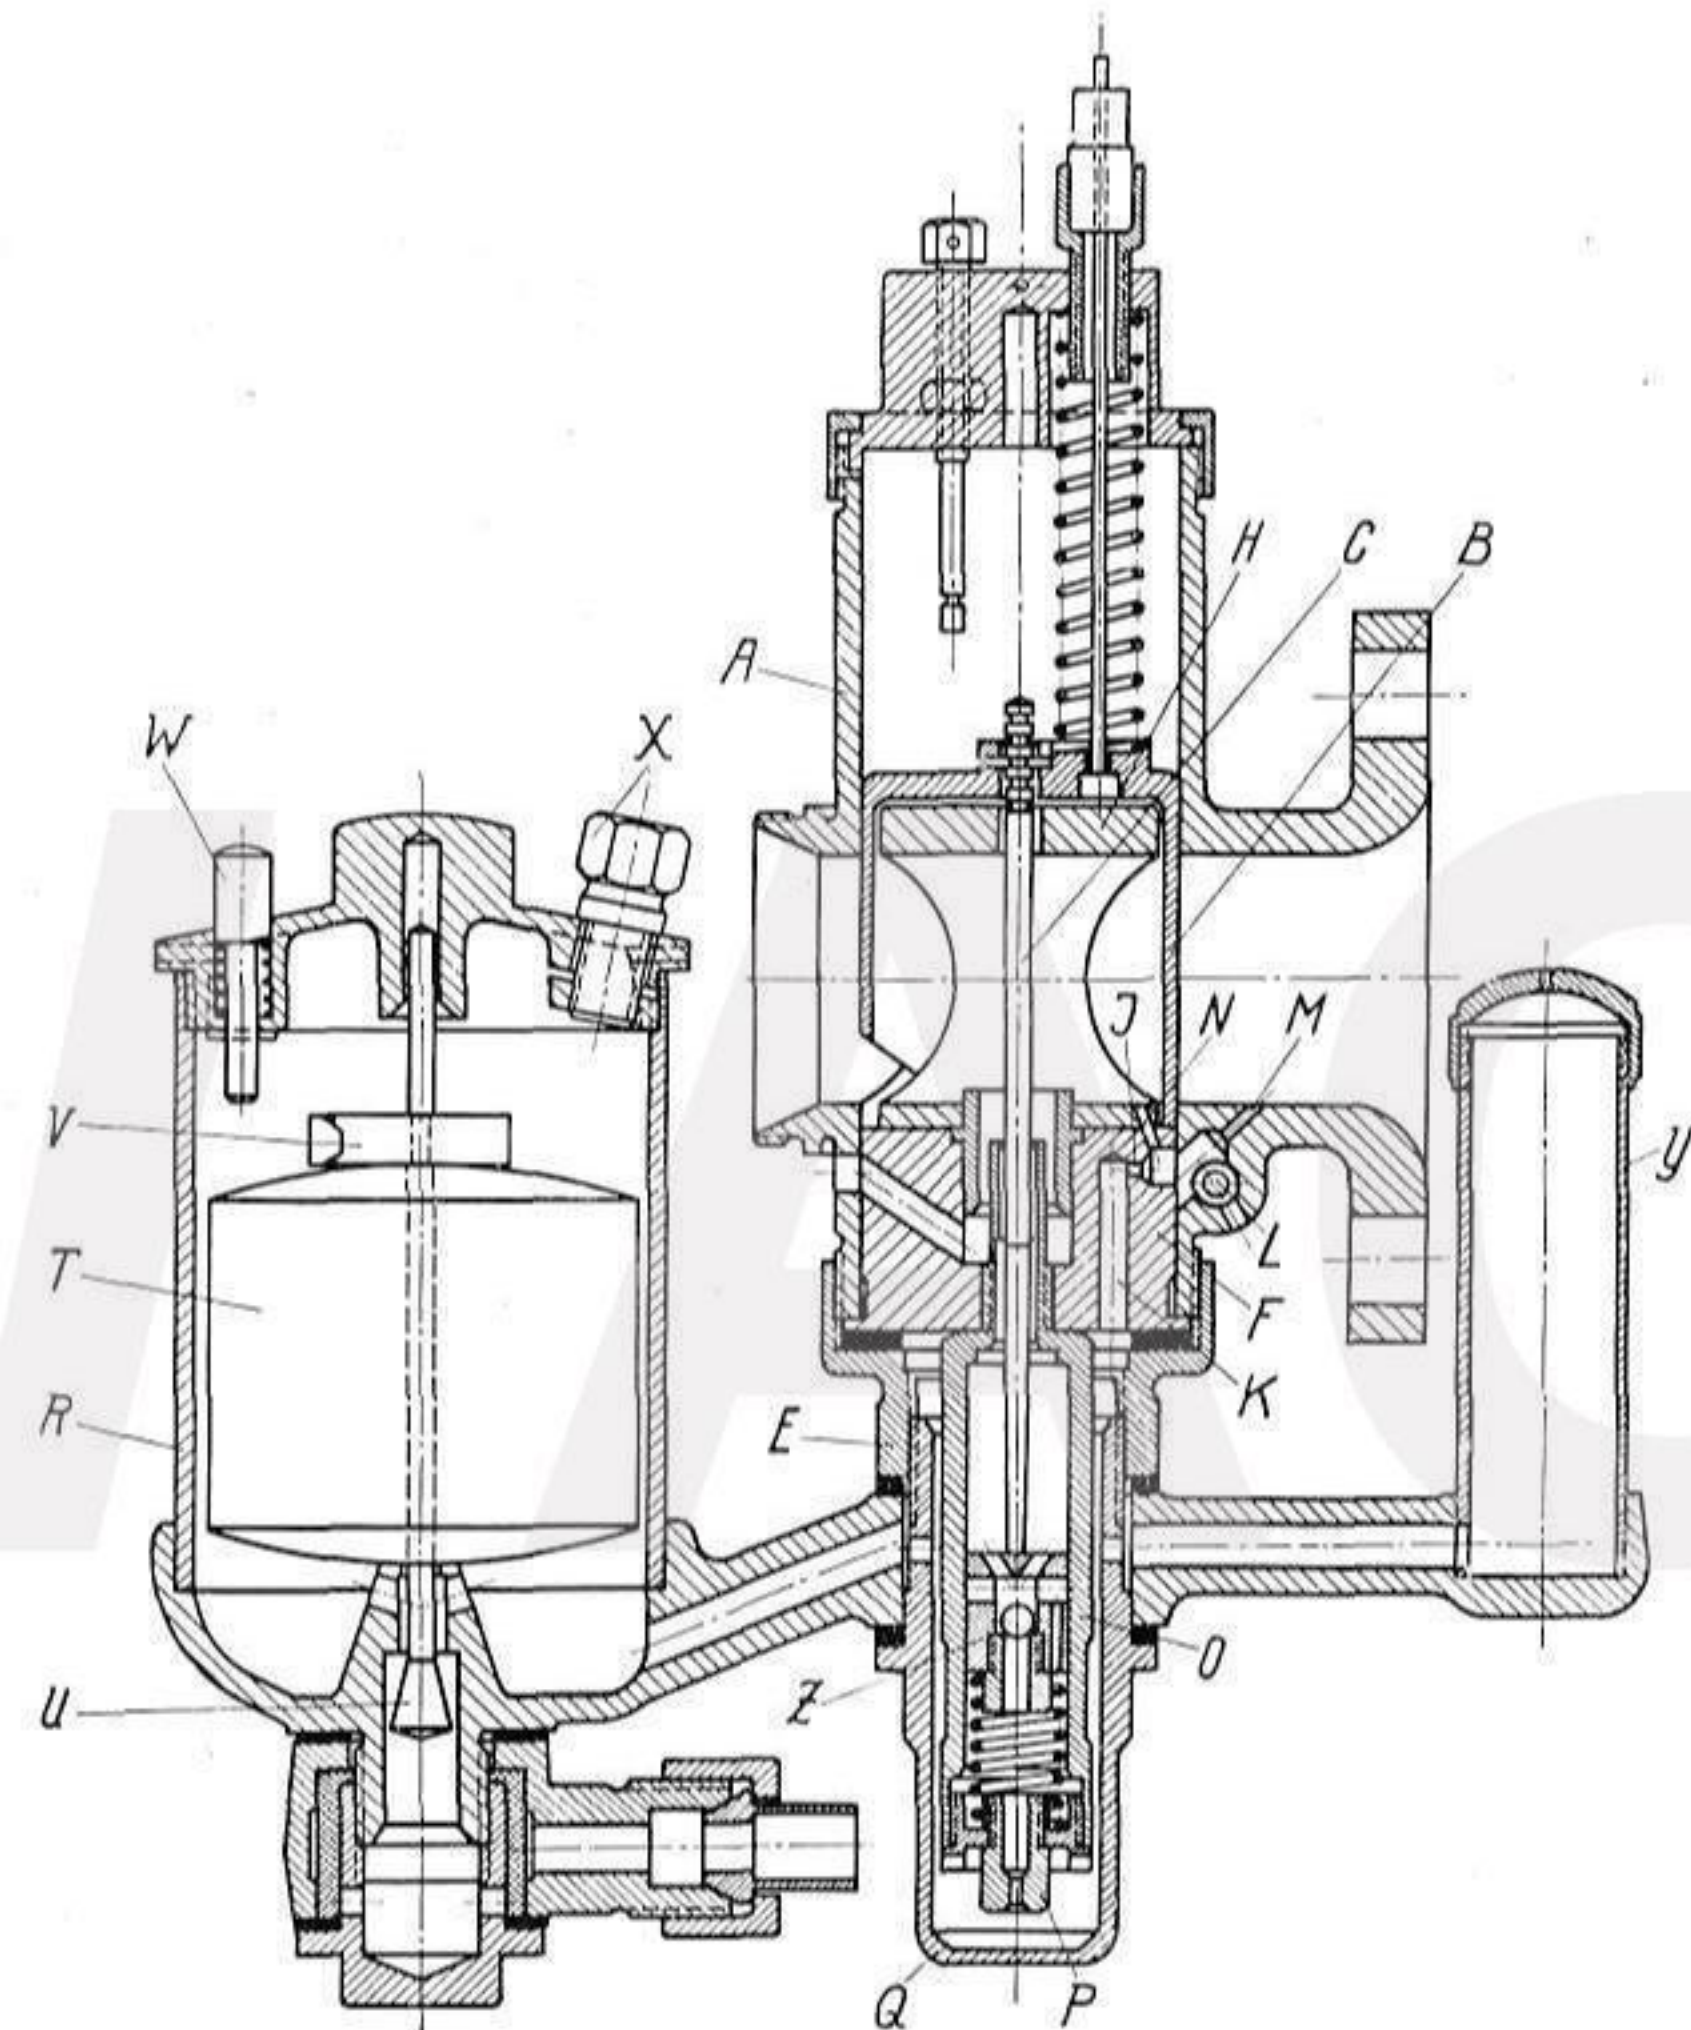

Abb. 18 Vergaser der 2-Vergaser-Tourenmaschine
2. Vergaser: Für die R11-Zweivergaser-Tourenmaschine werden zwei Amal - Einschieber - Pumpenvergaser verwendet, deren inneren Aufbau Abb. 18 zeigt.